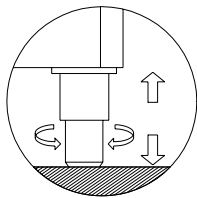

Fig. 1
- Plaats de koeler op een vlakke oppervlak en stel het waterpas op (aan de hand van de regelbare poten). Fig. 1.